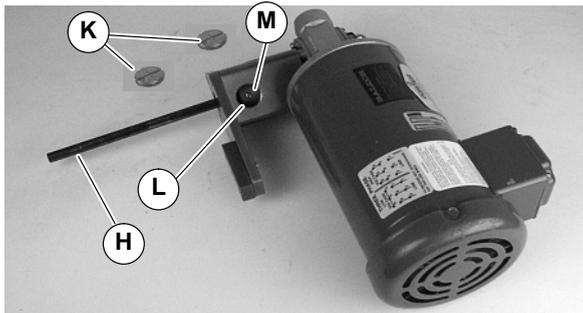

Abbildung 6
4a. Inspektionsstopfen entfernen (K siehe Abbildung 6).
6a. Motor langsam anlaufen und Gelenkkupplung rotieren lassen, um die Madenschraube (L siehe Abbildung 6) mit der Zugangsöffnung auszurichten (M). Mit 3,7 Nm festziehen. Für die zweite Madenschraube wiederholen.